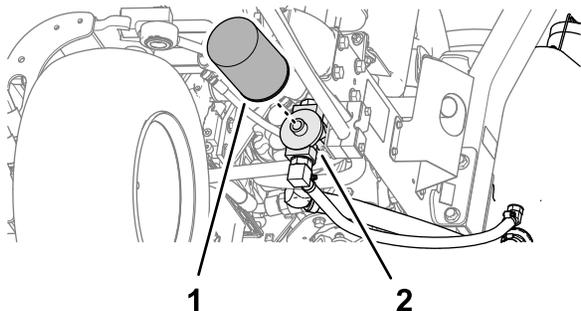

Рисунок 88
2. Очистите область вокруг места крепления фильтра. Поместите поддон под фильтр (Рисунок 88), а затем снимите фильтр.